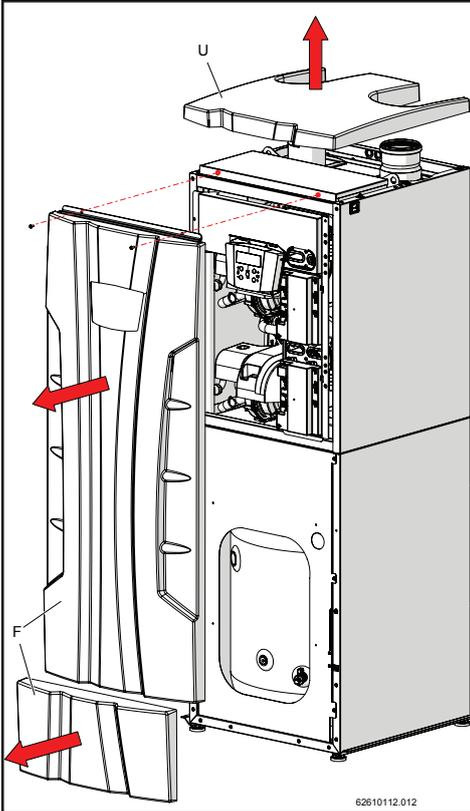

Figure 12-4
- 2.- Retirer le couvercle inférieur et supérieur avant "F" et la couverture supérieure de l'appareil "U", comme le montre la fig. 12-4